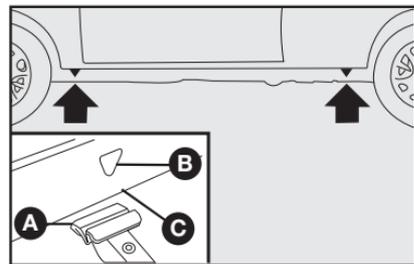

fig. 17
3) Coloque el crique en el símbolo ▼ **B-fig. 17** cerca de la rueda que va a cambiar y asegúrese de que la ranura A del crique esté bien introducida en el lagrero **C-fig. 17**.